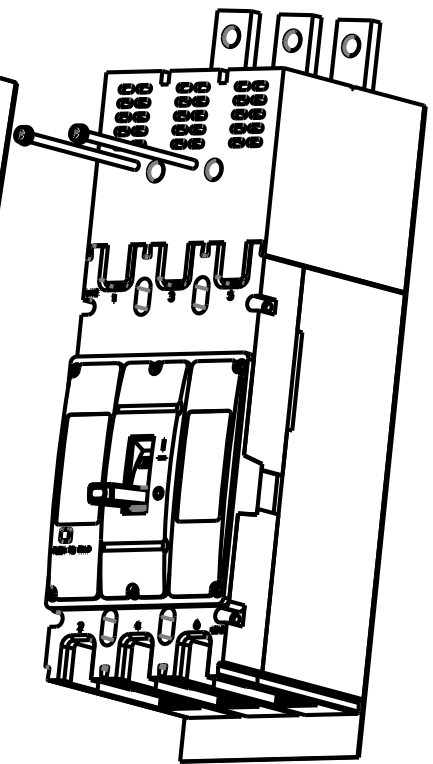

图6
- 4.最后，用螺钉进行固定和安装飞弧罩上的隔弧板，如图6所示。